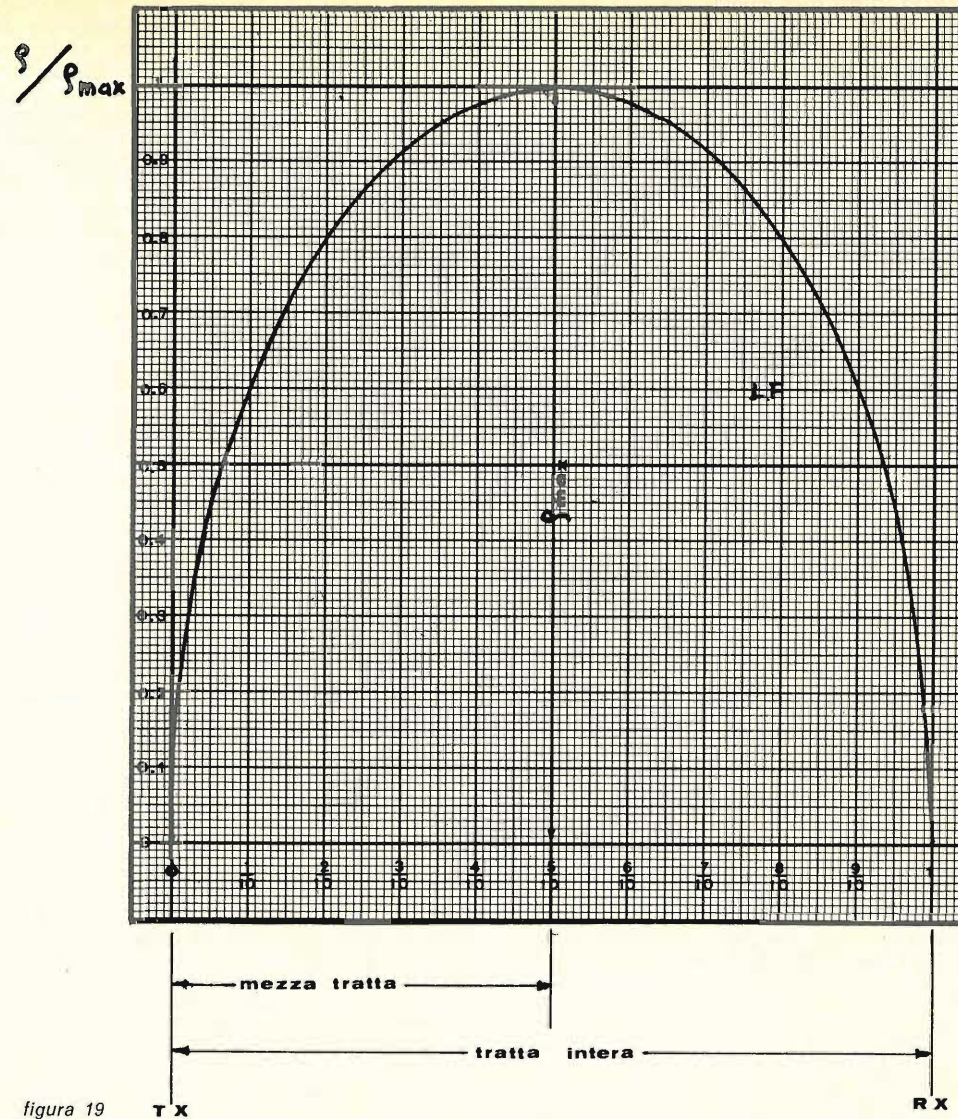

figura 19
Per le altre distanze, partendo dal punto TX, il raggio  $\varphi$  si ricaverà poi dal grafico di figura 19. Da questo si rileva infatti che, ad esempio, a un decimo (1/10) della distanza totale (partendo da TX) il raggio  $\varphi$  è
3) tracciare per punti tutto l'ellissoide mediante l'ausilio della figura 19;